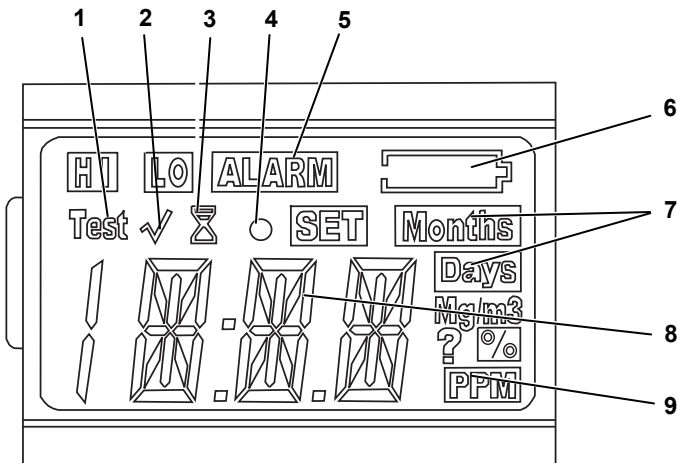

Bild 2 Display
- solange die Batteriewarnanzeige (Pos. 6 in Bild 2) nicht angezeigt **und**